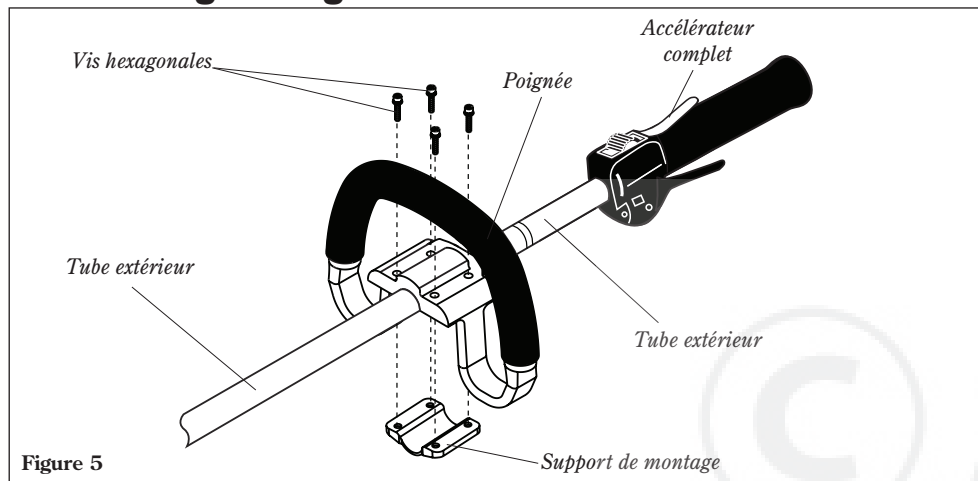

Figure 5
1. Positionner la poignée sur le tube extérieur comme indiqué. Voir la Figure 5.